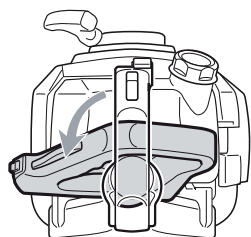

Fig. 4,
- > Gire la palanca trasera(16) en la dirección deseada hasta el final. Asegúrese de que la palanca se acopla en la dirección (Figs. 4 – 6).